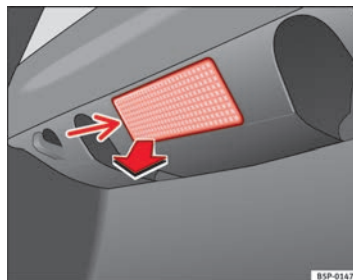

Fig. 195 Luce bagagliaio
- Estrarre il paralume facendo pressione sul bordo della sua parte interna (freccia) aiutandosi con la parte piana di un cacciavite ⇒ fig. 195. ►